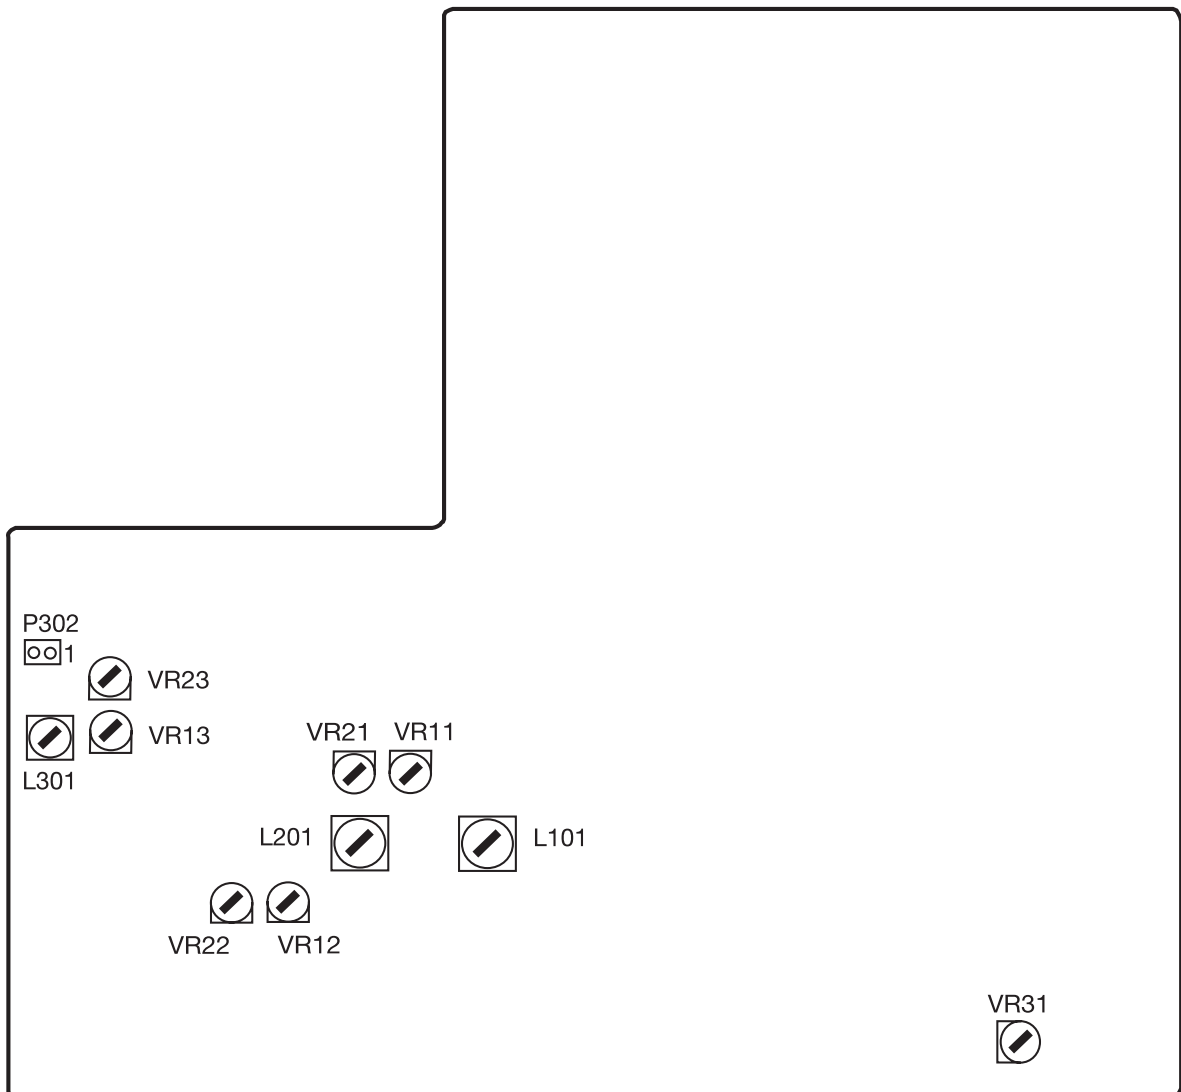

Fig. 4-2 Adjustment and check location
3. Adjust the variable resistor VR31 on the MAIN PCB (Fig.4-2).
3. 周波数値が3000Hz \pm 10Hz になるようにMAIN PCBのVR31 (Fig. 4-2) を調整する。